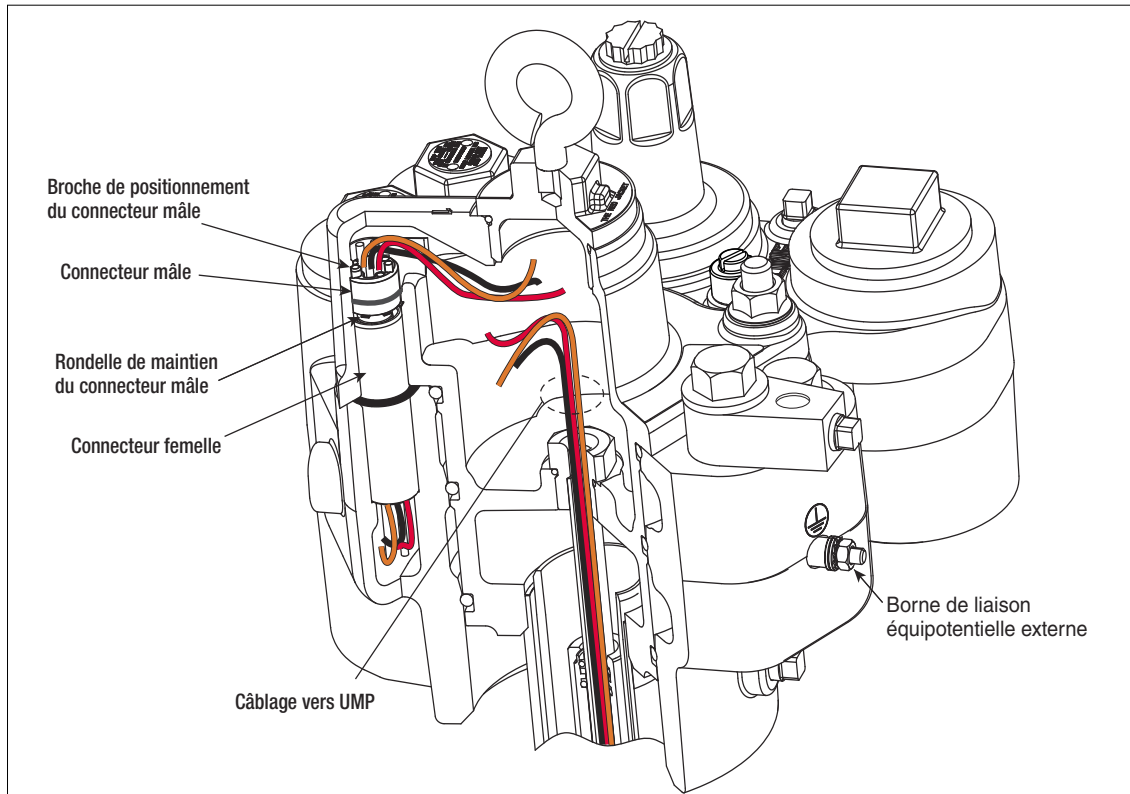

Figure 51. Connecteurs de câblage de la garniture d'étanchéité au collecteur
5. Localisez le connecteur mâle dans la garniture d'étanchéité (voir la Figure 51).
22. Retirez le joint torique du connecteur femelle du collecteur. Prenez le joint torique de 0,862" de DI sur 0,103" de largeur dans le kit de connecteur et lubrifiez-le avec de la gelée au pétrole. Insérez le joint torique dans sa rainure dans le collecteur autour du connecteur femelle (voir la Figure 51 on page 65).